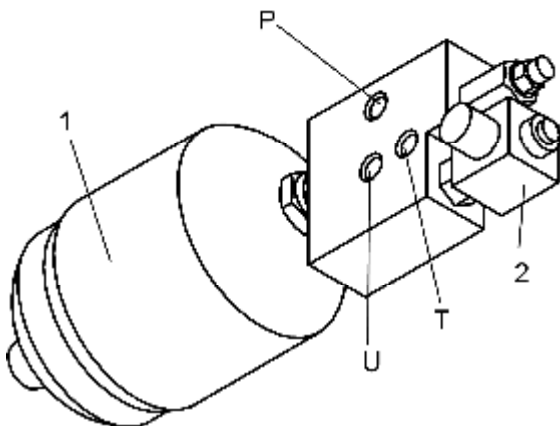

Рис. 7.4 – Блок питания
**Блок питания гидравлического управления** с пневмогидравлическим аккумулятором 1 и электроклапаном блокировки 2 (Рис. 7.4) предназначен для создания давления в гидролинии управления золотниками гидрораспределителя. Применение аккумуляторных блоков питания исключает необходимость установки специального насоса с элементами его привода, предохранительного клапана, всасывающих и напорных трубопроводов, так как в этом случае питание системы гидроуправления осуществляется от напорных гидролиний насоса.